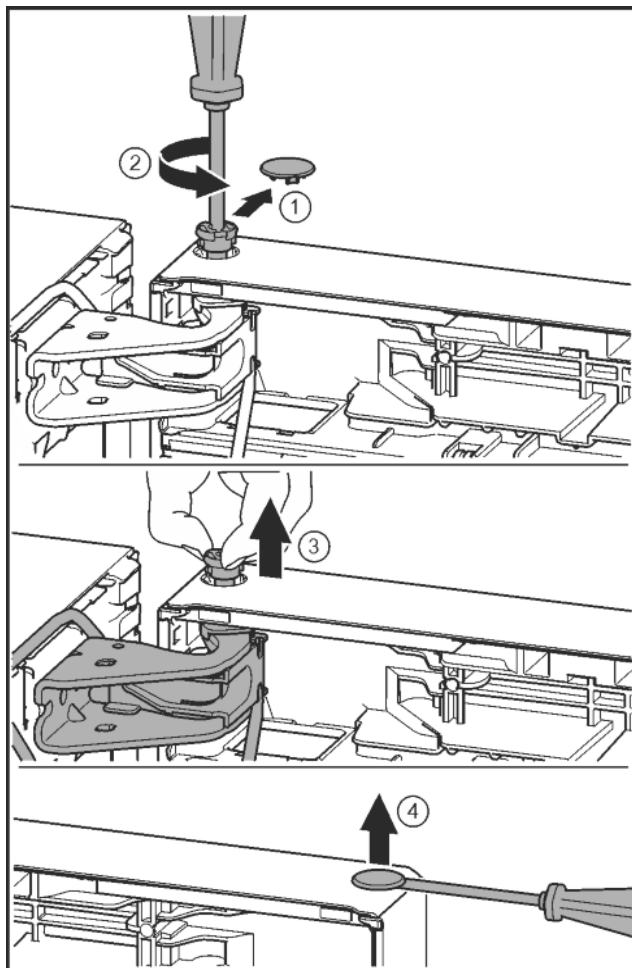

Fig. 26
- ▶ Veiligheidsafdekking voorzichtig eraf trekken. Fig. 26 (1)
- ▶ Bout met schroevendraaier T15 een stukje eruit draaien. Fig. 26 (2)
- ▶ De deur vasthouden en de bout met de vingers eruit trekken. Fig. 26 (3)
- ▶ Stop voorzichtig met een sleufschroevendraaier uit de lagerbus van de deur optillen en eruit trekken. Fig. 26 (4)